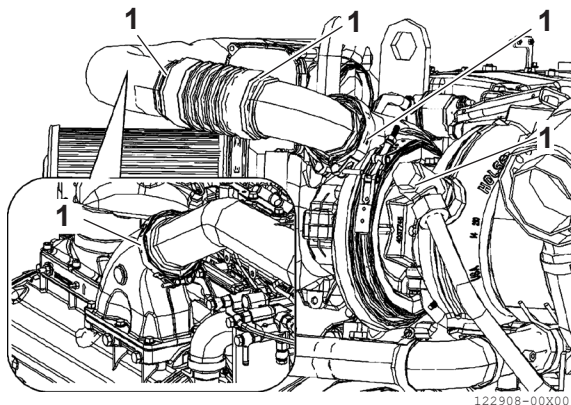

Figure 2
Vérifiez que les colliers de serrage (**Figure 2, (1)**) sont bien serrés. Vérifiez visuellement que le circuit d'air de suralimentation n'est pas obstrué ou endommagé.